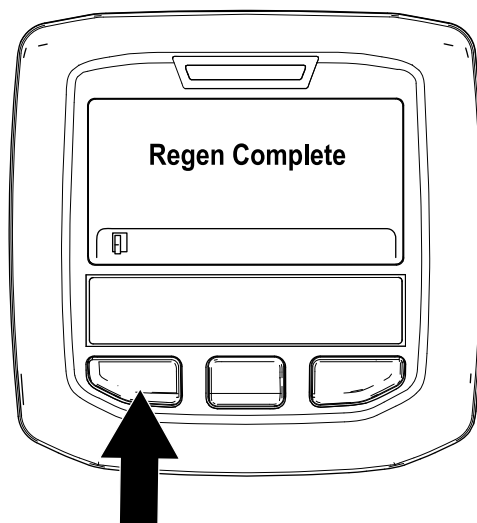

Figura 52
9. La rigenerazione parcheggiata è completa quando nell'InfoCenter appare il messaggio "Rigen. completa". Premete il pulsante sinistro per uscire e tornare alla schermata Home (Figura 52).